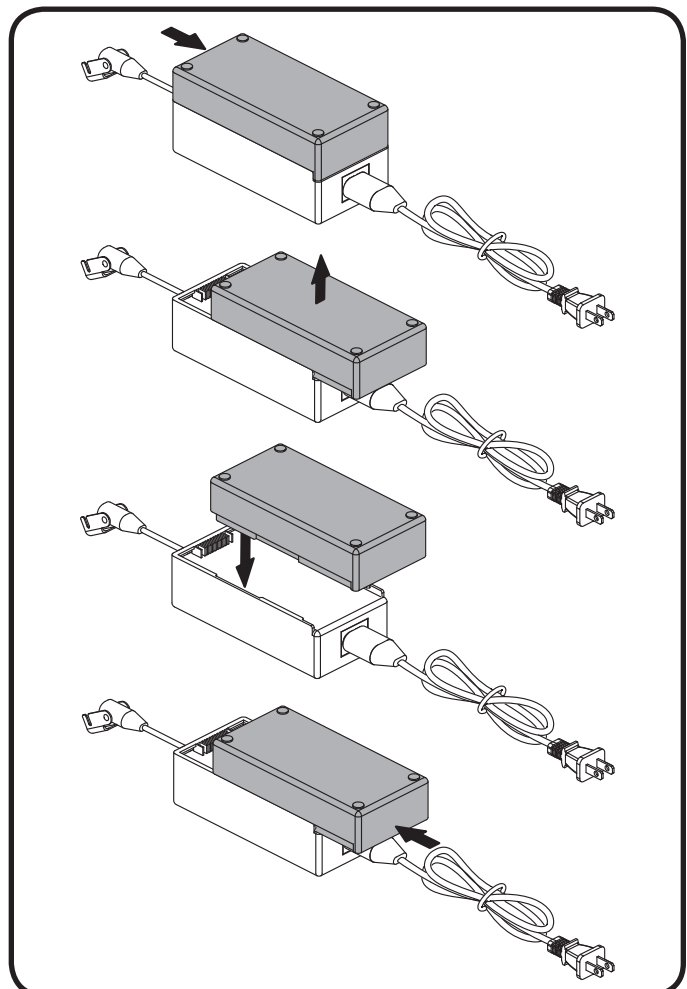

Figure 4.5 Remplacement du batterie au Lithium-ion
2. Positionnez le transformateur externe de sorte que la batterie lithium-ion soit orientée vers le haut (fig. 4.5).
5. Placez la nouvelle batterie lithium-ion sur le transformateur externe avec les rainures de fixation vers le transformateur externe (fig. 4.5).